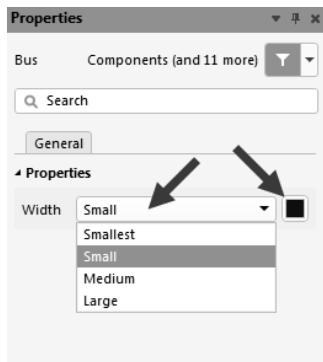

图 5-41 总线属性更改
(2) 在放置状态下按“Tab”键, 可以对总线的宽度或者颜色进行更改, 如图 5-41 所示。